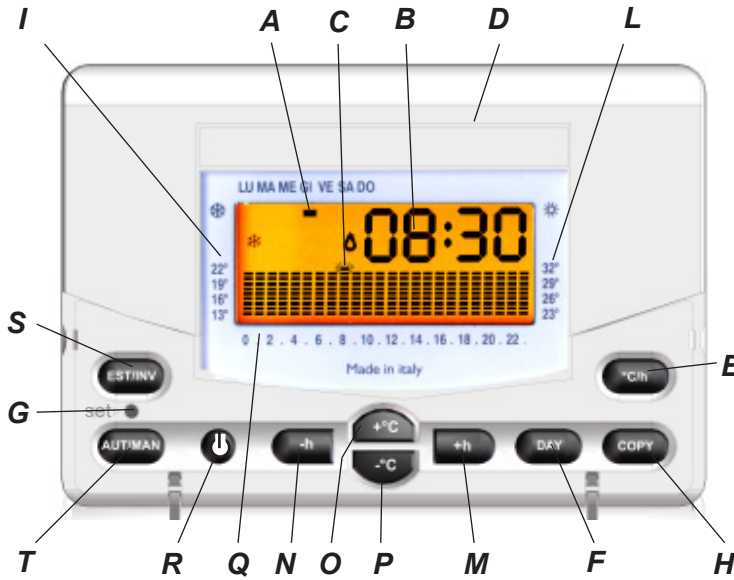

Fig.14
Il segmento in alto a sinistra (A in Fig.14), in corrispondenza delle scritte sovrastampate, indica il giorno al quale si riferisce il programma.
La temperatura programmata (B in Fig.14) viene visualizzata in alto a destra durante la programmazione ed è identificata dal lampeggio del giorno e del simbolo "°C" indicante i °C.
Durante il funzionamento normale vengono visualizzati alternativamente, premendo il tasto °C/h (Fig.14), l'orario o la temperatura ambiente.
Easy Radio appena alimentato presenta un diagramma standard di utilizzo, mentre l'orologio parte dall'ora 00.00 di Lunedì (LU). Per modificare il programma standard portarsi al giorno desiderato mediante il tasto DAY (Fig. 14) e variare il grafico giornaliero utilizzando i quattro tasti centrali disposti a croce.
I tasti +h e -h (Fig. 14) spostano il cursore orizzontalmente lungo l'asse delle ORE, mentre i tasti +°C e -°C (Fig.14) variano la temperatura impostata.
- Premendo il tasto DAY (F in Fig.14) si passa al giorno seguente visualizzando il programma memorizzato (se non esiste verrà visualizzato il grafico standard) che potrà essere modificato come descritto precedentemente.
Terminata la programmazione dell'intera settimana non resta che aggiornare l'ora ed il giorno premendo, mediante uno strumento appuntito, il tasto SET. (Fig. 14).
Da questo momento **Easy Radio** inizia il suo regolare funzionamento indicando ogni inserimento del carico (riscaldamento o condizionamento) mediante l'accensione del simbolo della fiamma sul display (Fig. 14).
Premendo il tasto AUT/MAN (Fig. 14) il cronotermostato entra nel funzionamento manuale spegnendo il grafico (che rimane memorizzato) e accendendo il simbolo della mano (Fig. 14).
Ora **Easy Radio** si comporta come un semplice termostato ambiente dove la regolazione avviene impostando la temperatura con i tasti **+°C** e **-°C** (O, P in Fig. 14). La temperatura impostata, leggibile sul display, verrà mantenuta fino a che non si uscirà dal funzionamento manuale, ripremendo il tasto AUT/MAN (modo di funzionamento automatico).
Premendo per due secondi il tasto  (R in Fig. 14) si spegne il cronotermostato. **Easy Radio** disattiverà le funzioni relative ai programmi impostati, che rimarranno comunque memorizzati, e visualizzerà alternativamente la scritta OFF con l'ora attuale o la temperatura rilevata.
Nel caso ci fosse la necessità di annullare il programma inserito (per esempio dopo una prova di programmazione) premere contemporaneamente i tasti **AUT/MAN** e **COPY** (T, H in Fig. 14) per circa due secondi; **Easy Radio** riparte con l'inizializzazione descritta in precedenza.